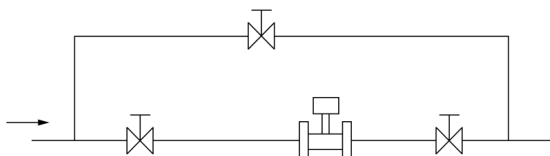

图4旁通管道示意图
- 4) 如需断流检查与清洗传感器，应设置旁通管道如图4所示。